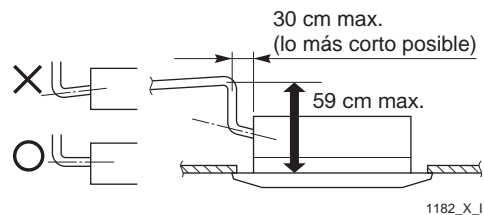

Fig. 3-12
- Si tiene que elevar el tubo de evacuación, puede ser sobreelevado 59 cm máximo con respecto a la parte inferior del techo. (Fig. 3-12)